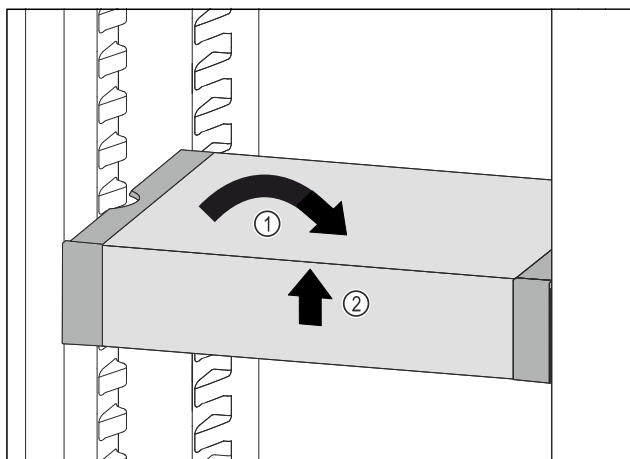

Fig. 201
- Вирівняти VarioSafe. Fig. 201 (1)
- Підняти VarioSafe спереду. Fig. 201 (2)